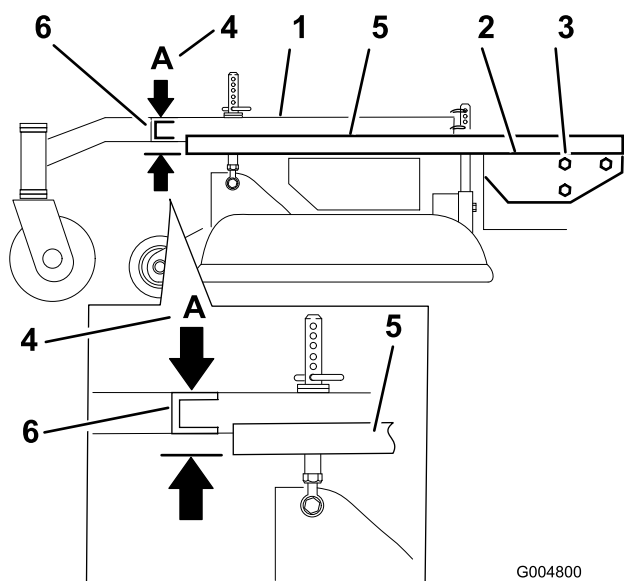

Figure 54
3. Placez une longue planche, ou autre objet similaire parfaitement droit en haut du plancher moteur, comme illustré à la Figure 54.
4. Au niveau du tube transversal du bâti porteur, mesurez la hauteur au point **A** (Figure 54). Elle doit être égale à $33 \text{ mm} \pm 6 \text{ mm}$.
6. Desserrez les boulons de montage du bâti porteur de chaque côté de la machine (Figure 54).
7. Alignez le bâti porteur et le plancher moteur à la même hauteur qu'au point **A**, c.-à-d. $33 \text{ mm} \pm 6 \text{ mm}$ (Figure 54).